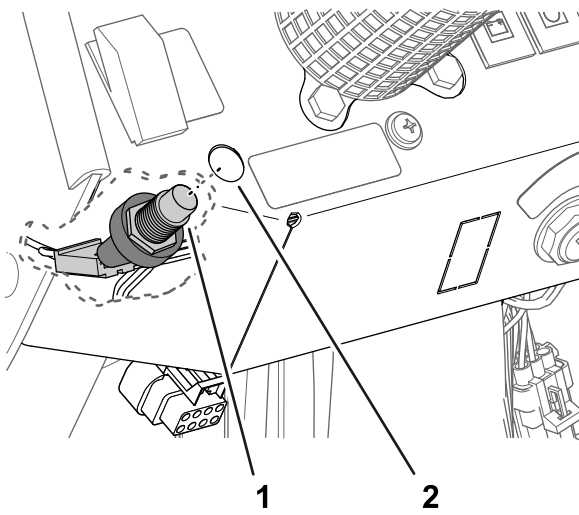

Figura 26
5. Da sotto la plancia, allineare il corpo dell'interruttore dell'avvisatore acustico attraverso il foro (Figura 26) nella plancia che avete realizzato al passaggio 1.